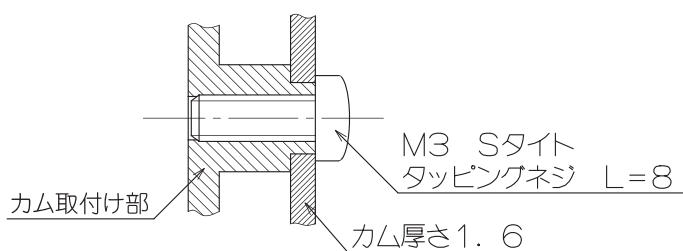
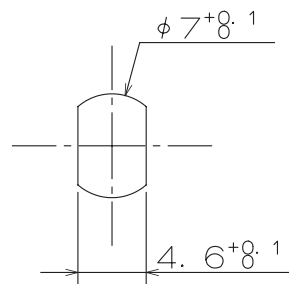

図6 カム取付け図
図7 カムの取付け穴寸法
- (1) カムの取付け方法およびカムの取付け穴の形状は、図6の方法および図7の形状を推奨します。
- (2) カム取付け軸の強度を確保するため、カムはガタのないように取付けてください。
- (3) カム取付け軸のネジ穴にはタップが切ってありません。M3 Sタイト(タッピングネジ)L=8をご使用ください。
- (4) M3 Sタイトの締め付けトルクは0.98~1.18N・mの範囲で行なってください。
- (5) L=8より長いネジをご使用になりますと、ネジ先端がシリンダ内に入り込み、正常な鍵操作ができなくなりますのでご注意ください。
- (6) 切粉の発生するタイプのタッピングネジはご使用しないでください。